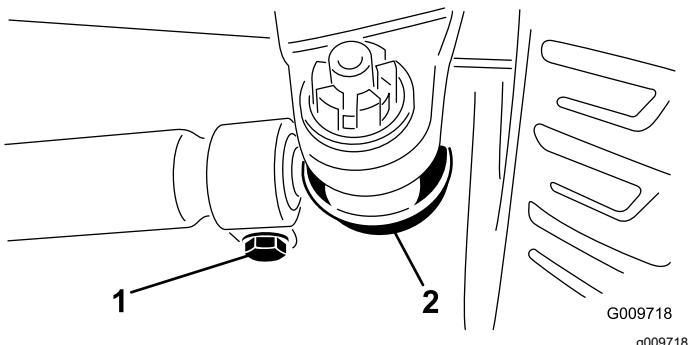

図 83
- 調整が必要な場合は、タイロッドのボールジョイントのコッターピンとナットを外す図 83。アクスルケースサポートからタイロッドのボールジョイントを外す。
- タイロッド両側のクランプをゆるめる図 83。